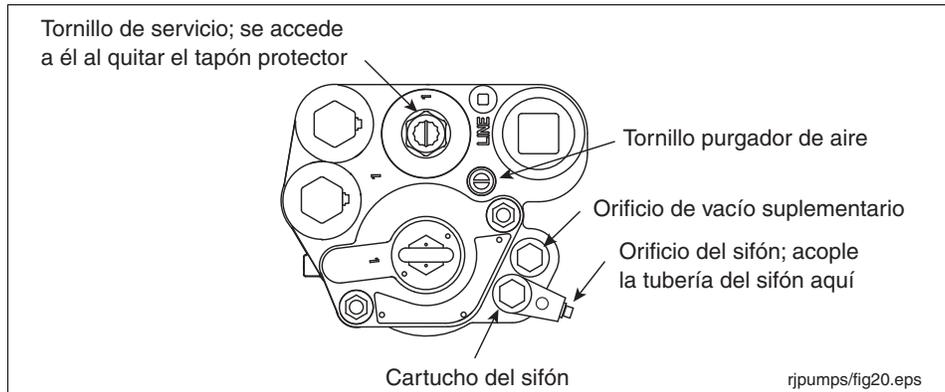

Figura 19. Conexión del sifón
El orificio del sifón de la bomba de turbina sumergible Red Jacket se encuentra en un conjunto de sifón que encaja en uno de los dos orificios de vacío (véase la Figura 19). El extremo del orificio se puede girar después de aflojar el cuerpo hexagonal de la parte superior para alojar el tubo de sifón entrante. Coloque el conjunto del sifón y apriételo con un par de torsión de 15-30 ft-lb (20-41 N•m).
2. Abra el tornillo purgador de aire dándole entre 2 y 3 vueltas en el sentido contrario a las agujas del reloj (véase la Figura 19).